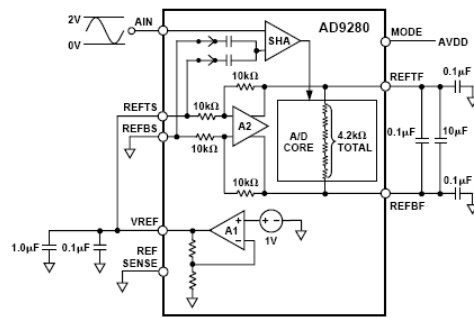
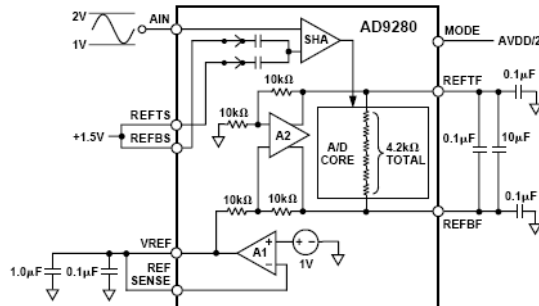

Figure 19. Internal Reference, 2 V p-p Input Span (Top/Bottom Mode)
Figure 20. Internal Reference 1 V p-p Input Span (Center Span Mode)
На рис. 19 показана несимметричная конфигурация для входа 2В. Контакт REFSENSE подключен к GND, что приводит к 2В макс установке на выход. На рис. 20 показана несимметричная конфигурация, которая дает хорошие высокочастотные динамические характеристики (SINAD, СПБУ). Для оптимизации динамических характеристик, центр синфазного напряжения аналогового входа приблизительно 1,5В. Подключите замкнутые REFTS и REFBS входы с низким сопротивлением к +1,5В источника. В этой конфигурации, на контакт MODE подается половина напряжения (AVDD/2). Максимально допустимый ток входной цепи составляет не более 1 мА. Внешний буфер (OY) организуется для измерения больших токов.